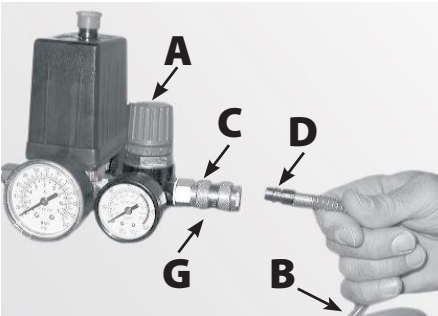

Рис. 1
4. Один конец спиралеобразного шланга оканчивается штуцером **D**. Вставьте ее с нажимом в выходное отверстие **C** на компрессоре (рис. 1). При правильном подсоединении слышится характерный металлический щелчок.
8. По окончании работы перекройте струю сжатого воздуха, повернув ручку **A** против часовой стрелки. Некоторое время продолжайте работать пневмоинструментом, пока не убедитесь, что остаточный воздух больше на него не поступает. После этого отключите шланг от компрессора, оттянув назад наружное кольцо **G** (рис 1). Отсоединив шланг, можно отсоединить штуцер **E** пневмоинструмента. Для этого повторите те же действия, что и при подсоединении штуцера **D** (рис.1).